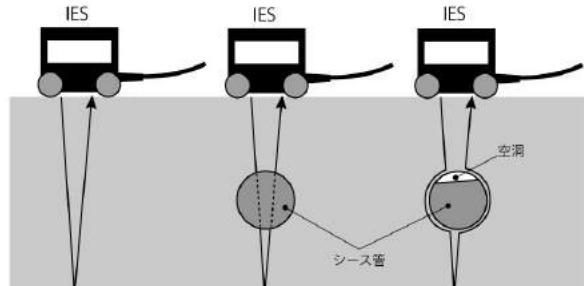

図2 シース管グラウト未充填箇所の反応
- (1) コンクリート厚さの測定：コンクリート厚さDは、(1)式に従って計算されます。なおベータファクターは、部材の形状による幾何学的因素で、壁や床では0.96、角柱や円柱状ではその断面形状に起因する複数の共鳴を持つため0.8となります。
- (2) 最大部材厚さ：最大測定厚は50cmです。
- (3) 一定の部材厚さ：IESは、厚さ方向に多重反射して生じる基本周波数（第一共振周波数）を基準として部材厚さを測定する機器です。そのため測定対象物の部材厚さは、一定もしくは軽いテーパー状であることが望されます。
- (4) 相対表示：IESは、健全部で反射される定在波の周波数から求めた厚さと、欠陥部で反射される定在波の周波数から求めた厚さを比較することによって、欠陥部を探査します。そのため、音速校正を行う必要はありません。
- (5) シース管グラウト未充填区間探査：ケーブルが含まれグラウトが充填されているシース管がある場合、音波はシース管内を通り抜け、部材の壁面に反射してまたシース管内を通って受波されます（図2中央）。この場合、シース管内で音速が遅くなることから、シース管がない場所に比べ厚く表現されます。またシース管内に空洞がある場合（図2右），音波はその空洞を突き抜けることができず、空洞を迂回して進み、壁面に反射して受波されるため、音波の伝搬距離が長くなり、シース管上よりも更に厚く表現されます。